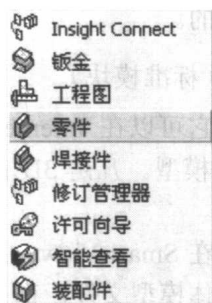

图 1-12 帮助菜单
- (1) 在【开始】/【程序】中找到【Solid Edge V12】选项。
- (2) 将鼠标移动到该选项上, 会弹出 SE 包含的模块菜单, 如图 1-12 所示。